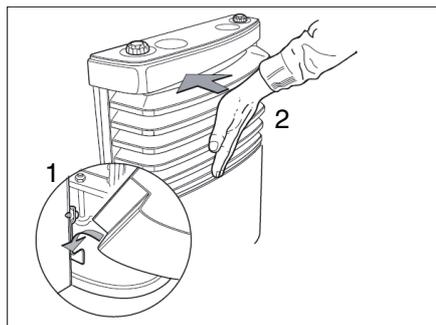

Bild 111 Heizungsverkleidung anbringen
- Heizungsverkleidung montieren. Dazu Verkleidung in die unteren Lager einhängen (Bild 111,1).
- Abdeckung einschwenken bis die Verriegelungshebel hörbar einrasten (Bild 111,2).